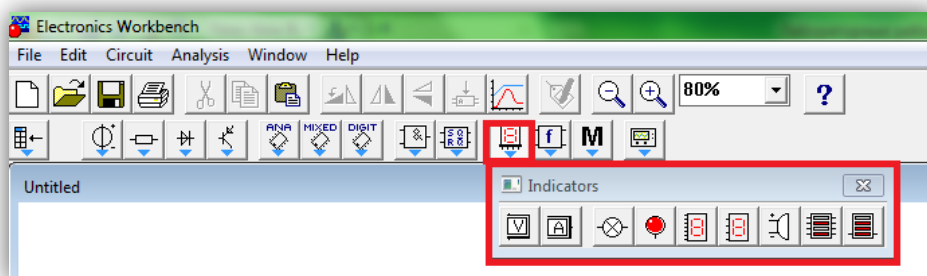

Рисунок 2 –Набор Indicators (индикаторы)
2. Из набора Indicators (индикаторы рисунок 2):